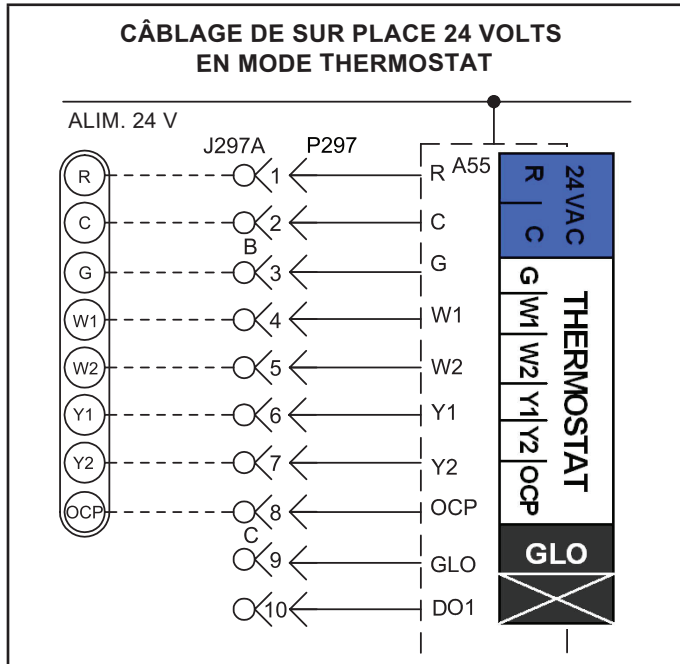

FIGURE 13
- 4 - Câblez comme indiqué à la FIGURE 13 pour les thermostats électromécaniques et électroniques. En cas d'utilisation d'autres dispositifs de contrôle de la température ou de systèmes de gestion de l'énergie, reportez-vous aux instructions et au schéma de câblage fournis par le fabricant.
- 2 - Effectuez les connexions électriques comme indiqué à la FIGURE 13 pour le mode thermostat ou à la FIGURE 14 pour le mode capteur de zone. En outre, connectez un capteur d'humidité ou une entrée de déshumidification. Reportez-vous à la FIGURE 16 ou FIGURE 17 pour le câblage du capteur d'humidité ou à la FIGURE 15 pour le câblage de l'entrée de déshumidification.